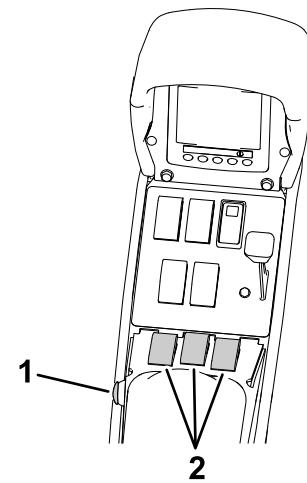
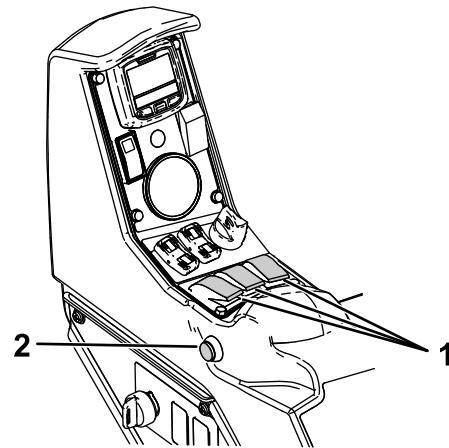

图 9
图 10
6. 将主开关移至ON开启位置 图 9 或图 10。
7. 将分段开关位于座椅中间移至 ON开启位置 图 10
或图 9。